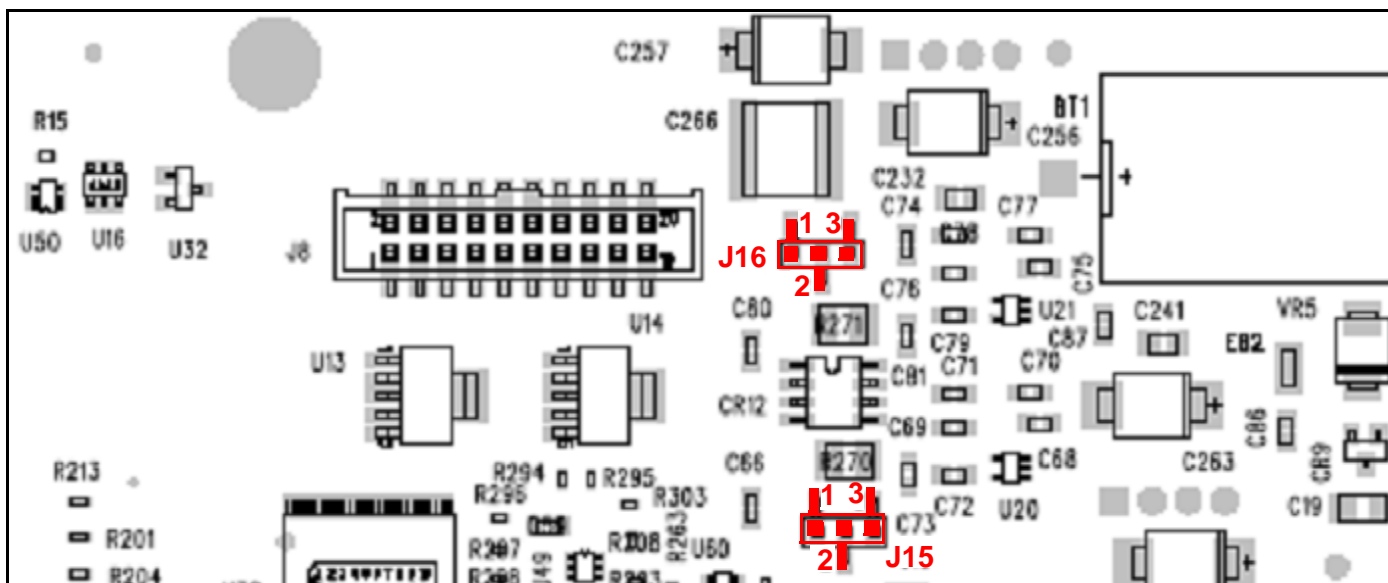

Abbildung 8: Anschlüsse für RS-485-Modus – Installieren Sie Jumper an J15 und J16, Stifte 1 und 2
- b. Versetzen Sie mithilfe einer Flachrundzange die Jumper (Steckbrücken) J15 und J16 von den Stiften 2 und 3 (Werkseinstellung) zu den Stiften 1 und 2 (siehe Abbildung 8 auf Seite 15). J16 ist der Anschluss für Port 1 und J15 für Port 2. Ferner wird empfohlen, für dieses Verfahren die grundlegende Maßnahmen zum Schutz gegen elektrostatische Entladungen, wie etwa das Anlegen von Erdungsarmbändern, zu treffen.